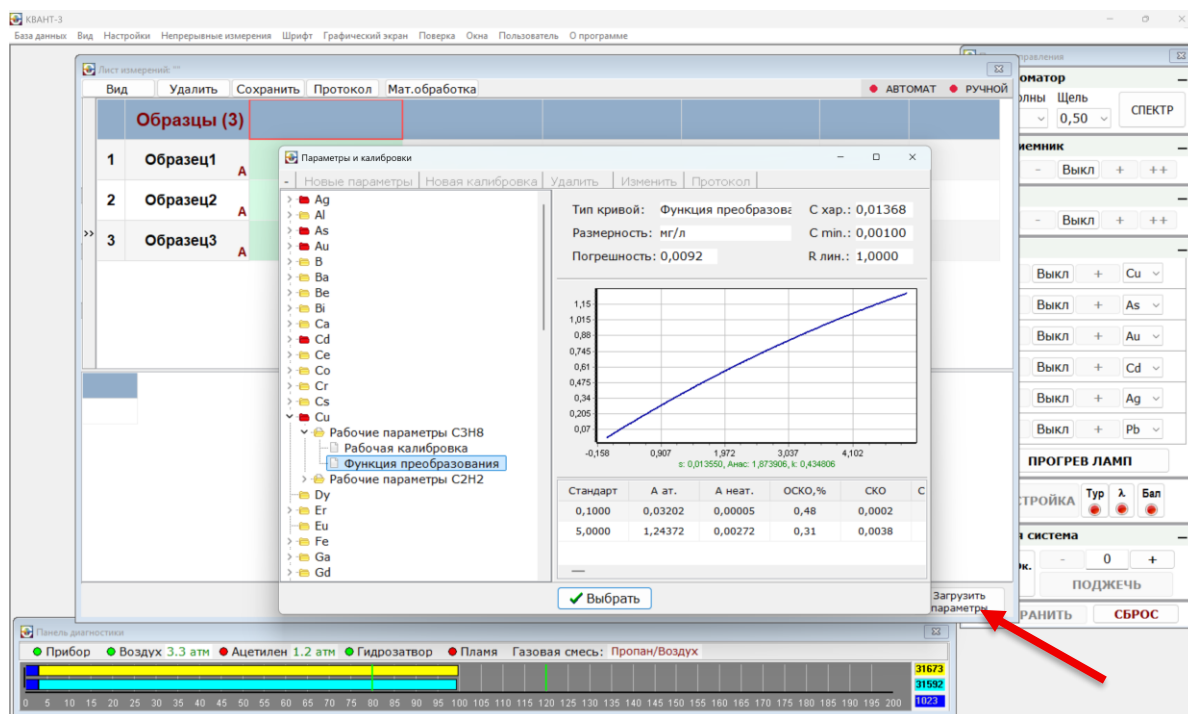

Рис. 32 Выбор градуировочного графика функции преобразования
2. Загрузить градуировочный график функции преобразования, подвести курсор к строке «Образцы» листа измерений, дважды нажать левую кнопку мыши, выбрать в окне «Параметры и калибровки» ранее созданный градуировочный график рис. 32, нажать кнопку «Загрузить параметры».